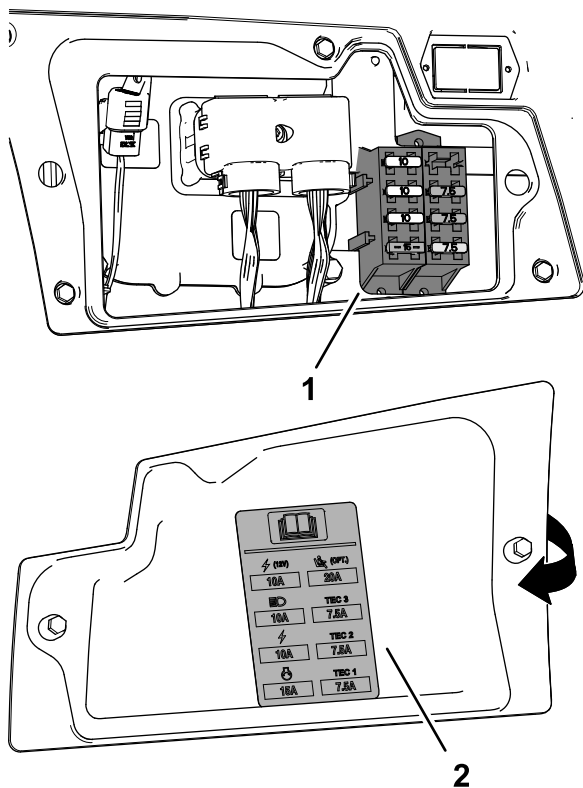

图 97
3. 将熔断的保险丝图 97 更换为具有相同类型和额定安培数的保险丝。